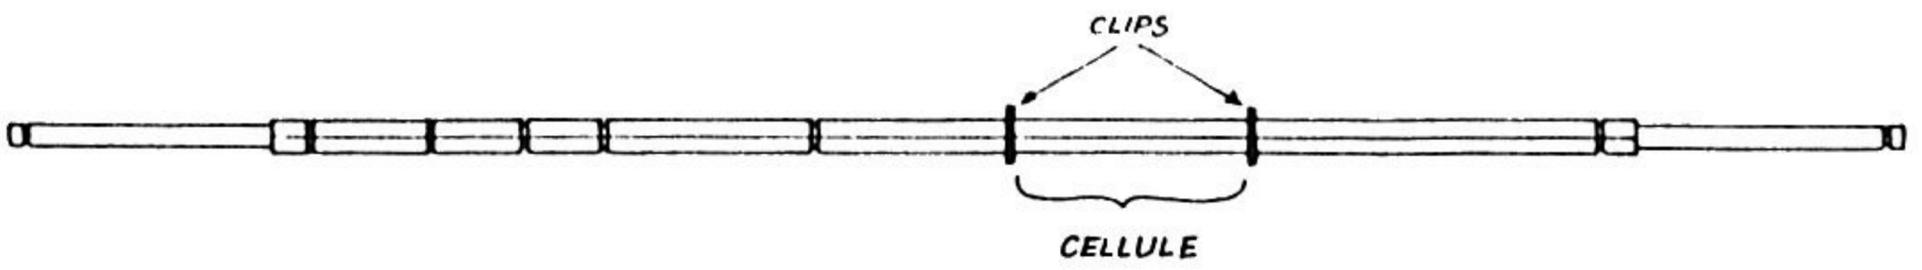

FIG. 5
- 1) - enfiler les 4 longerons Y2042 dans la cellule centrale en respectant le positionnement de la figure 5